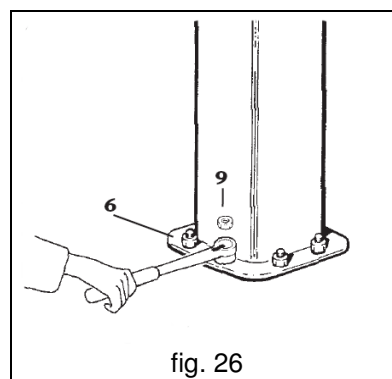

fig. 26
5. Dra åt muttrarna **6** med en momentnyckel med ett åtdragningsmoment baserat på J-bultarnas diameter (se tabell på sidan 12) och säkra därefter muttrarna med tillhörande kontramuttrar **9** (fig. 26).